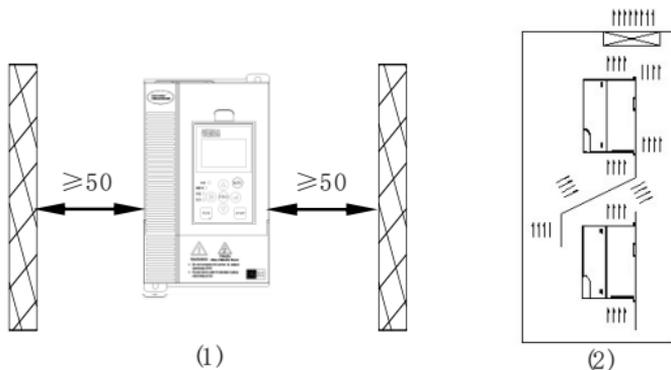

图 3-1 (1) 安装方向和空间 (2) 上下安装示意图
为了不使变频器冷却效果降低，请一定要纵向安装，如图 3-1 (1) 所示，并确保一定的空间。
- 变频器在柜内上下安装时，中间请加导流板，如图 3-1 (2) 所示。